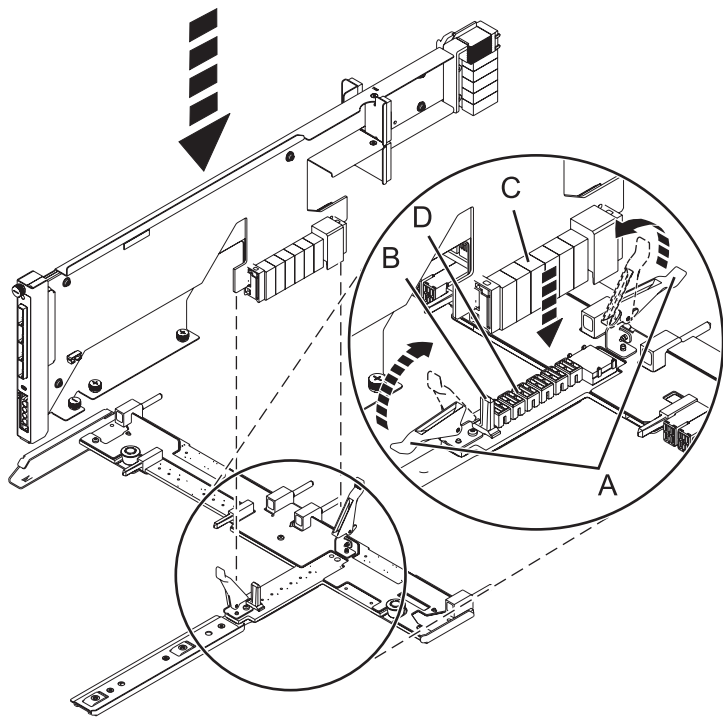

Figure 54. Installation de la carte d'extension SAS dans le fond de panier central
- a. Placez le connecteur de la carte (C) sur le raccord du fond de panier central (D) en vous aidant du guide (B) pour assurer un raccordement adéquat.
- b. Relevez le levier (A) pour insérer et fixer la carte d'extension SAS dans le fond de panier central, comme indiqué dans la figure 54, à la page 69.